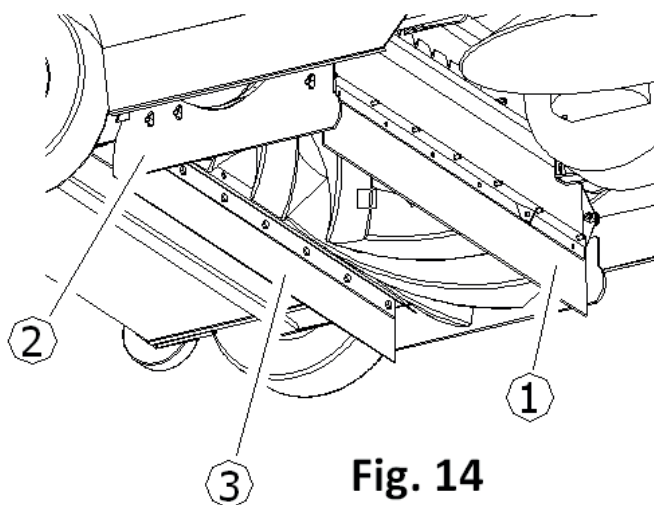

Fig. 14
Co **90/120** godzin pracy należy sprawdzić stan uszczelki przeciwpylowej **Cz. 1** (ruchoma) i **Cz. 2 i 3** (3 zamocowane na stałe) **Rys. 14** otaczających środkową szczotkę i w razie potrzeby wymienić je.
**WAŻNE:** *Boczne klapy Cz. 2 Rys. 14 można regulować na wysokość, przesuwaną je wzdłuż szczelin. W przypadku konieczności ich wymiany należy upewnić się, że po zamontowaniu są one uniesione od podłoża o około 2 mm.*